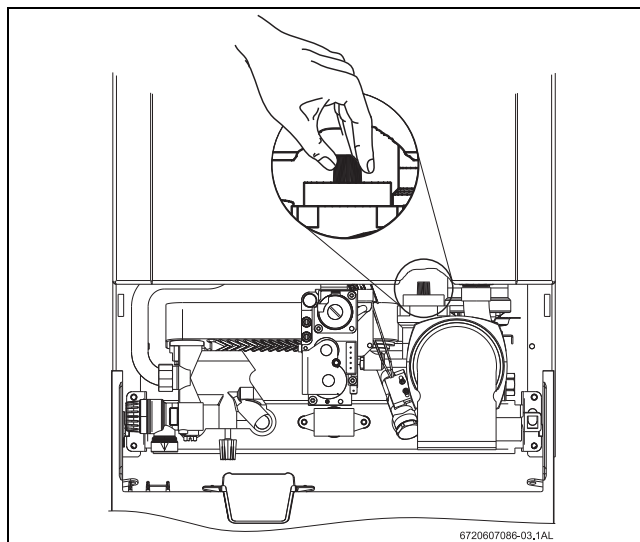

Fig. 13 Ouvrir la valve de purge
- Remplir l'installation à l'aide du robinet de remplissage (38).
- Pour purger l'appareil en utilisant le purgeur automatique, ouvrir le conver de la valve de purge (voir Fig. 13).